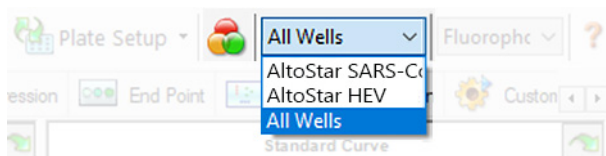

Figura 4: Pulsante Well Group (Gruppo pozzetto) e menu a discesa Well Group (Gruppo pozzetto)
Nella finestra Data Analysis (Analisi dei dati) assicurarsi di selezionare il **Well Group** (Gruppo pozzetto) del kit AltoStar® SARS-CoV-2 RT-PCR Kit 1.5. Quindi, fare clic sul menu a discesa **Well Group** (Gruppo pozzetto) vicino al pulsante **Well Group** (Gruppo pozzetto) (vedere figura 4) della barra degli strumenti. Non usare il **Well Group** (Gruppo pozzetto) “All Wells” (“Tutti i pozzetti”). La selezione nella figura 4 è riportata unicamente a titolo di esempio generico.
1. Nella finestra Data Analysis (Analisi dei dati) assicurarsi di selezionare il **Well Group** (Gruppo pozzetto) del kit AltoStar® SARS-CoV-2 RT-PCR Kit 1.5. Quindi, fare clic sul menu a discesa **Well Group** (Gruppo pozzetto) vicino al pulsante **Well Group** (Gruppo pozzetto) (vedere figura 4) della barra degli strumenti.